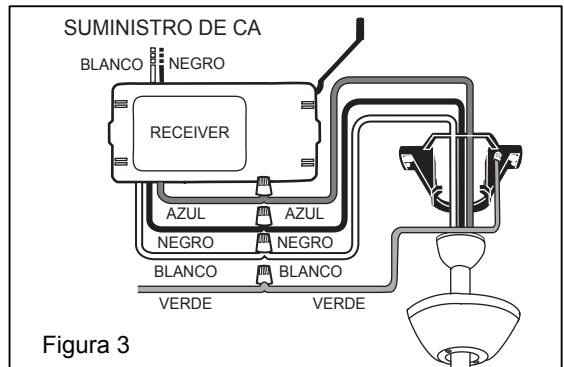

Figura 3
- d. Haga las conexiones en la siguiente forma, usando los conectores provistos: (Figura 3)